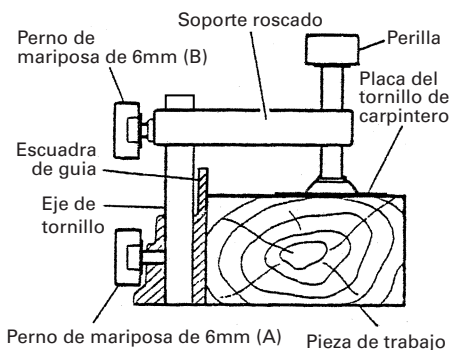

Fig. 25
- (1) El conjunto de tornillo de carpintero puede montarse en la escuadra de guía izquierda (escuadra de guía (B)) o bien en la escuadra de guía derecha (escuadra de guía (A)) aflojando el perno de orejas de 6mm (A).
- (2) El portatornillo puede elevarse o bajarse de acuerdo con la altura de la pieza de trabajo aflojando el perno de orejas de 6mm (B). Después del ajuste, apriete firmemente el perno de orejas de 6 mm (B) y fije el portatornillo.
- (3) Gire la perilla superior y fije firmemente la pieza de trabajo en su lugar (Fig. 25).